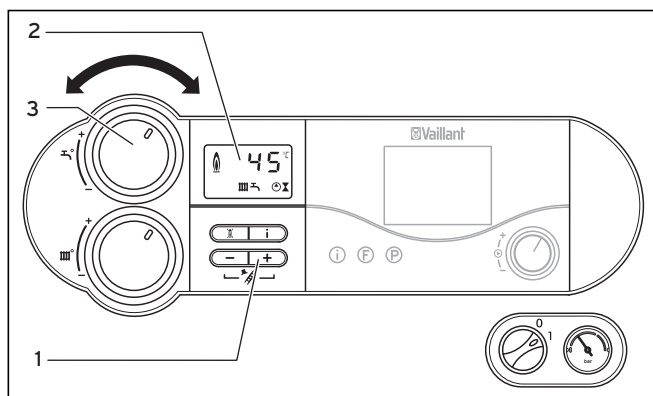

Fig. 4.6 Innstilling av beredertemperatur
- Drei dreieknappen (3) til venstre endestilling for å stille varmtvannstemperaturen, se fig. 4.6. Frostsikringen forblir aktivert.